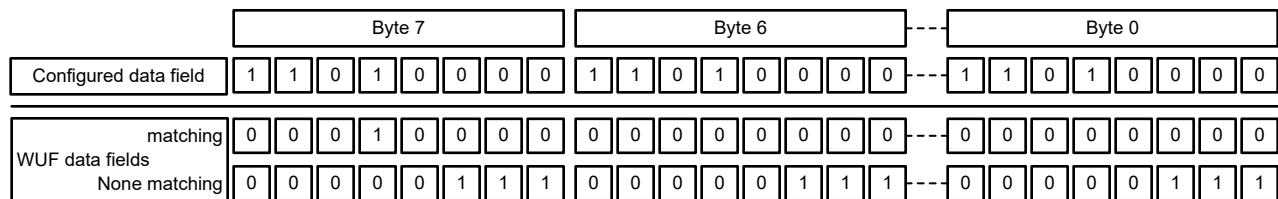

図 8-39. WUF のデータ フィールド検証の例
データ マスク ビットを使用してデータ マスクが有効化されている場合、受信フレームのデータは設定されたデータと一致している必要があります。具体的には、受信フレームのデータ フィールド内にある論理 High (1) のビットのうち、少なくとも 1 つが設定データのデータ フィールド内の論理 High (1) ビットと一致している必要があります。関連するビット位置は、8'h39 ~ 8'h40 の構成されたデータによって決定され、8'h38[0] のデータ マスク イネーブルによってイネーブルされます。図 8-39 に、マッチングするデータとマッチングしないデータの例を示します。